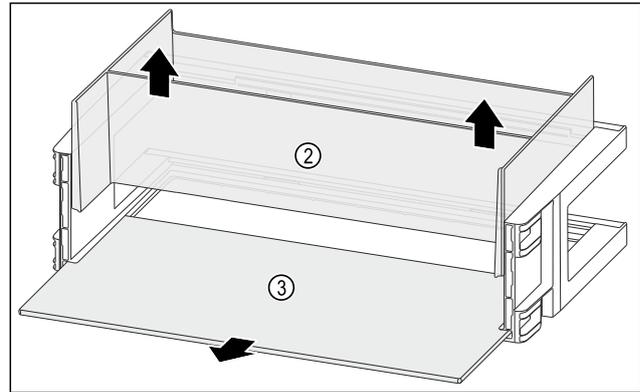

Fig. 114
- ▶ Retirer l'Organizer Fig. 114 (2) vers le haut.
- ▶ Retirer la tablette de rangement Fig. 114 (3).